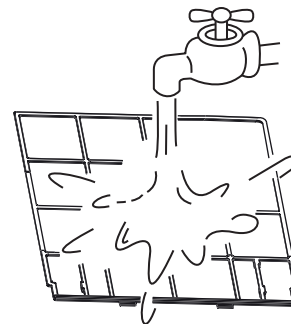

Abb. 6-3
- *Beim Auswaschen muss die Lufteinlassseite nach unten zeigen. (Siehe Abb. 6-3)*